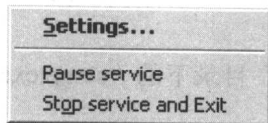
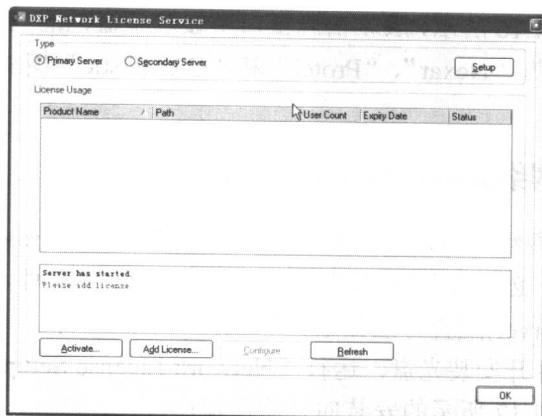
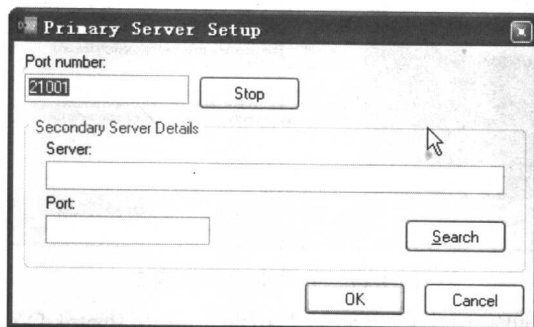
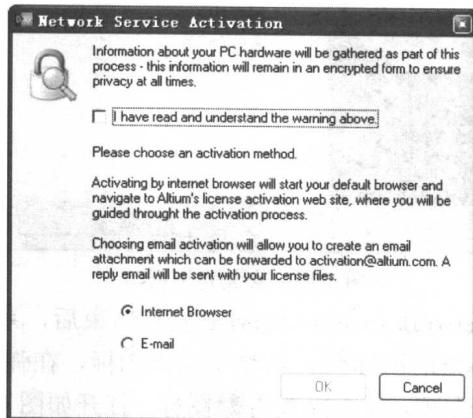

图 1.19 右键菜单
图 1.20 “DXP Network License Service”对话框
图 1.21 “Primary Servier Setup”对话框
图 1.22 “Network Service Activation”对话框
(4) Protel DXP 2004 Network License Service 安装结束后, 系统自动启动该服务器, 在已启动任务栏中显示该服务器的图标 。右键单击该图标, 在弹出的如图 1.19 所示的右键菜单中选择“Settings...”命令项, 或直接双击  图标, 打开如图 1.20 所示的“DXP Network License Service”对话框。
(5) 在图 1.20 所示的“Type”区域内选择系统默认的“Primary Server”选项，单击“DXP Network License Service”对话框中的“Setup”按钮，打开如图 1.21 所示的“Primary Servier Setup”对话框。
(6) 在“Primary Servier Setup”对话框的“Port number”编辑框内输入服务器的端口号，如果用户不确定分配的端口号，也可以使用系统默认设置。单击“OK”按钮，确认主服务器的设置。
(7) 单击图 1.20 所示的对话框中的“Activate...”按钮，打开如图 1.22 所示的“Network Service Activation”对话框。